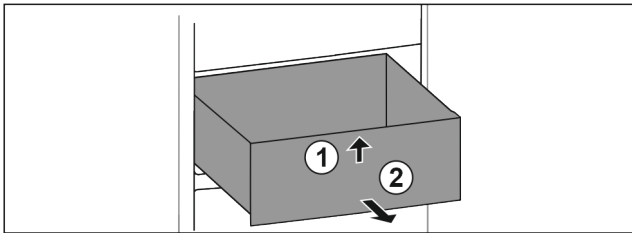

Fig. 59
- ▶ Ridicați sertarul în față. Fig. 59 (1)
- ▶ Extrageți sertarul spre înainte. Fig. 59 (2)